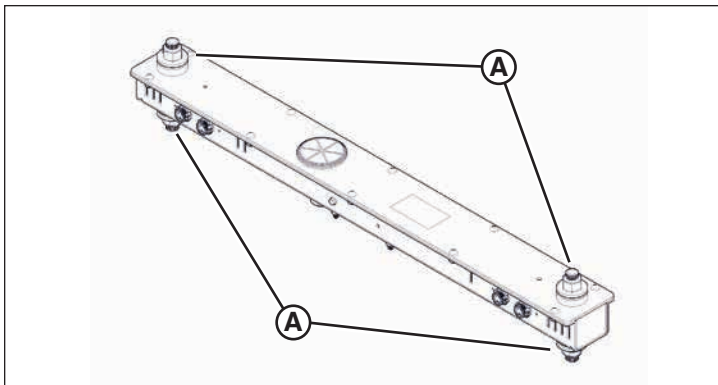

Рисунок 3
3. Удерживая осветительный прибор, снимите гайку и шайбу (А, рис. 3), крепящие держатель лампы, а затем снимите каждый осветительный прибор и держатель лампы.